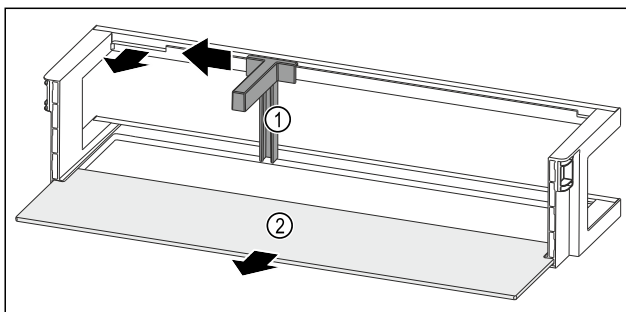

Fig. 51 Oviteline pullonpitimen ja säilytyshyllyn kanssa
- ▶ Työnnä pullonpidin Fig. 51 (1) sivulle koloon saakka.
- ▶ Ota pullonpidin Fig. 51 (1) pois.
- ▶ Ota säilytyshylly Fig. 51 (2) pois.